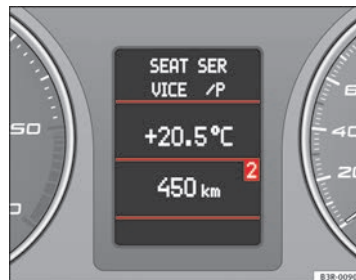

Abb. 65 Fahrerinformationssystem
- Mehrmaliges Drücken der **MODE**-Taste **B** wechselt zwischen den Betriebsarten und zeigt diese im Fahrerinformationssystem an ⇒ Abb. 65.